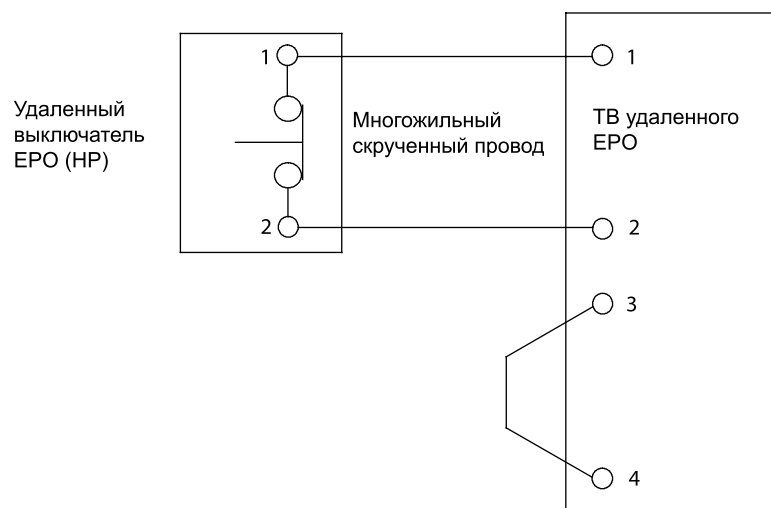

Рис. 4-16: Проводка нормально-замкнутого удаленного выключателя EPO
5. Если используется нормально-разомкнутый удаленный выключатель ЕРО, то подключите провода в соответствии с таблицей 4-4 и рисунком 4-15. Для нормально-замкнутого выключателя используйте таблицу 4-5 и рисунок 4-16.